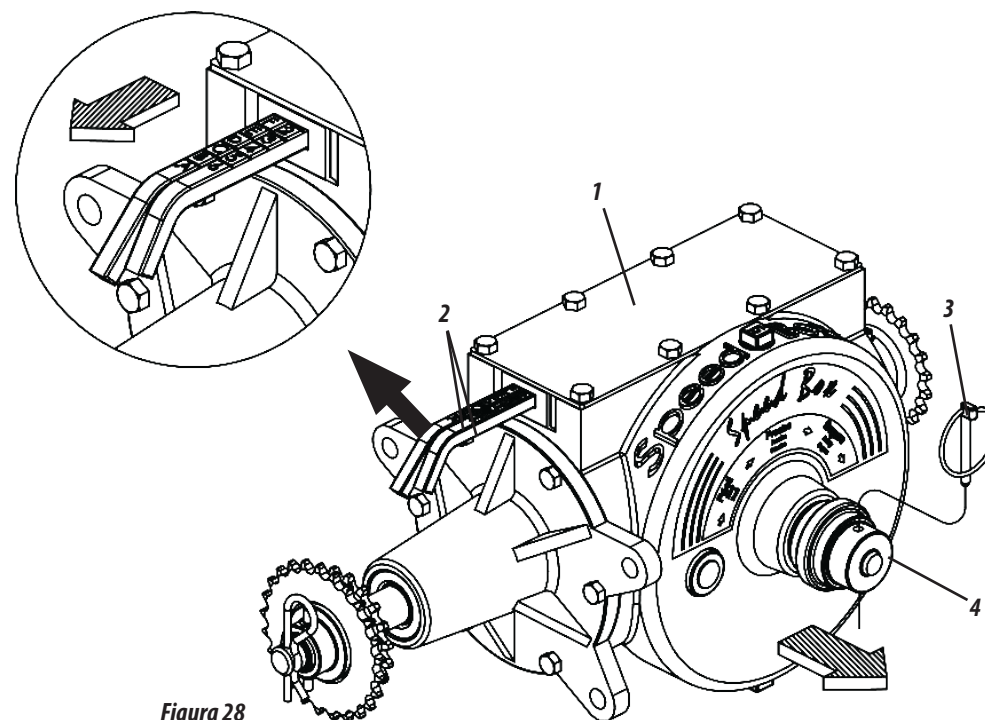

Figura 28
SPEED BOX (FIGURA 28)
- 1- Seleccione la cantidad deseada en las Tablas y verifique la combinación correspondiente en las palancas (2). **Ejemplo:** Posición **F2** en la tabla, indica que la palanca con letras debe estar en la posición "**F**" y la palanca con números debe estar en la posición "**2**", **como se muestra en la Figura 28.**
- 2- Para mover las palancas, retire el bloqueo (3), tire de la manija (4) y luego ajuste las palancas como se muestra arriba. Al terminar la combinación, devuelva la manija (4) y reemplace la cerradura (3).